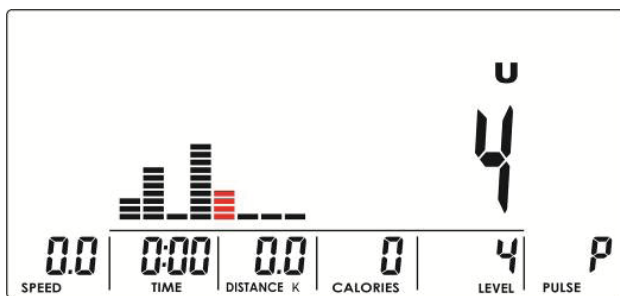

Abbildung 16
1. Wählen Sie das benutzerdefinierte Programm (U) aus und bestätigen Sie die Auswahl mit der Mode-Taste.
2. Legen Sie den Widerstand für die einzelnen Segmente mit dem Encoder fest und bestätigen Sie jedes Segment mit der Mode-Taste (Abb. 16).
① **HINWEIS**